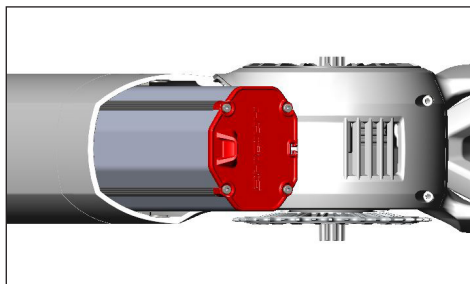

Fig. 15: Glisser la batterie dans le tube inférieur
- ▶ Glissez la batterie dans le tube inférieur (voir Fig. 15).